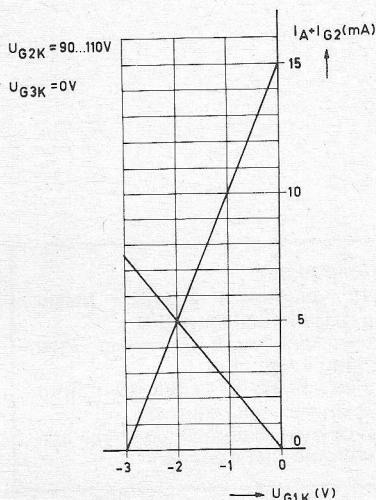

Fig. 32.
3.a. In  $R_2$  vloeit de som van anodestroom en schermroosterstroom. Om het instelpunt te bepalen tekenen we nu  $I_A + I_{G2} = 1,25 I_A$  als functie van  $U_{G1K}$  (fig. 32). Trekken we hierin de lijn die correspondeert met  $R_2 = 400 \Omega$ , dan vinden we als instelpunt  $I_A + I_{G2} = 5 \text{ mA}$ , dus  $I_A = 5 / 1,25 = 4 \text{ mA}$ , en  $U_{G1K} = -2 \text{ V}$ . De spanning tussen anode en kathode is  $U_B - I_A R_1 - (I_A + I_{G2}) R_2 = 100 - 2 - 2 = 96 \text{ V}$ .